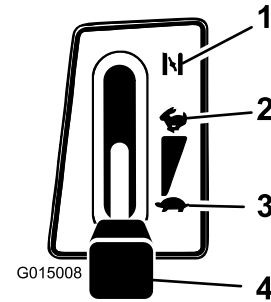

Figura 10
3. Ponga la palanca del acelerador en Estárter (Figura 10).
5. Cuando el motor arranque, mueva lentamente el acelerador a la posición Rápido (Figura 10). Si el motor se cala o funciona irregularmente, vuelva a colocar el acelerador en Estárter durante unos segundos y luego mueva la palanca del acelerador a Rápido. Repita este procedimiento tantas veces como sea necesario.
1. Ponga la palanca del acelerador en Rápido (Figura 10).